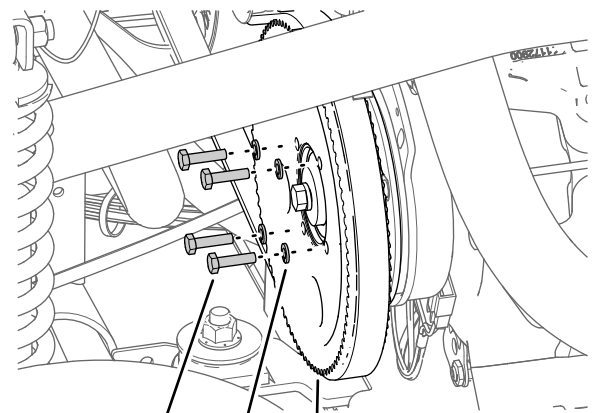

图 178
3. 拆下将皮带轮固定到打药机泵上的 4 个螺栓 $\frac{1}{4}$ x 1 英寸和 4 个锁定垫圈 $\frac{1}{4}$ 英寸图 178。